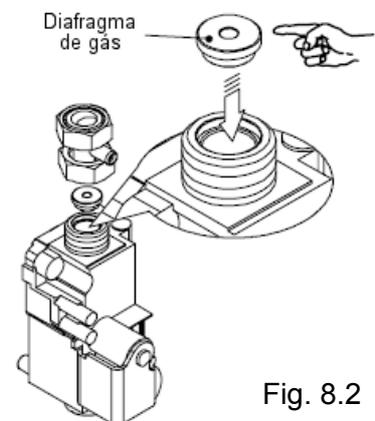

Fig. 8.2
4. Executar a transformação ao tipo de gás, substituindo correctamente o diafragma de gás (fig. 8.2) e os injectores do queimador 33.